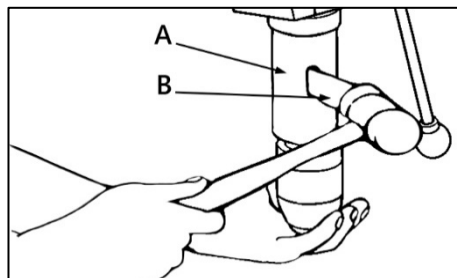

Рисунок 7.
Максимально разведите кулачки патрона повернув зажимное кольцо патрона. Вставьте в отверстие в гильзе (A) (рис. 7) расклинователь (B) и постучите по нему резиновым молотком, придерживая патрон рукой, чтобы избежать его падения при отделении от шпинделя.